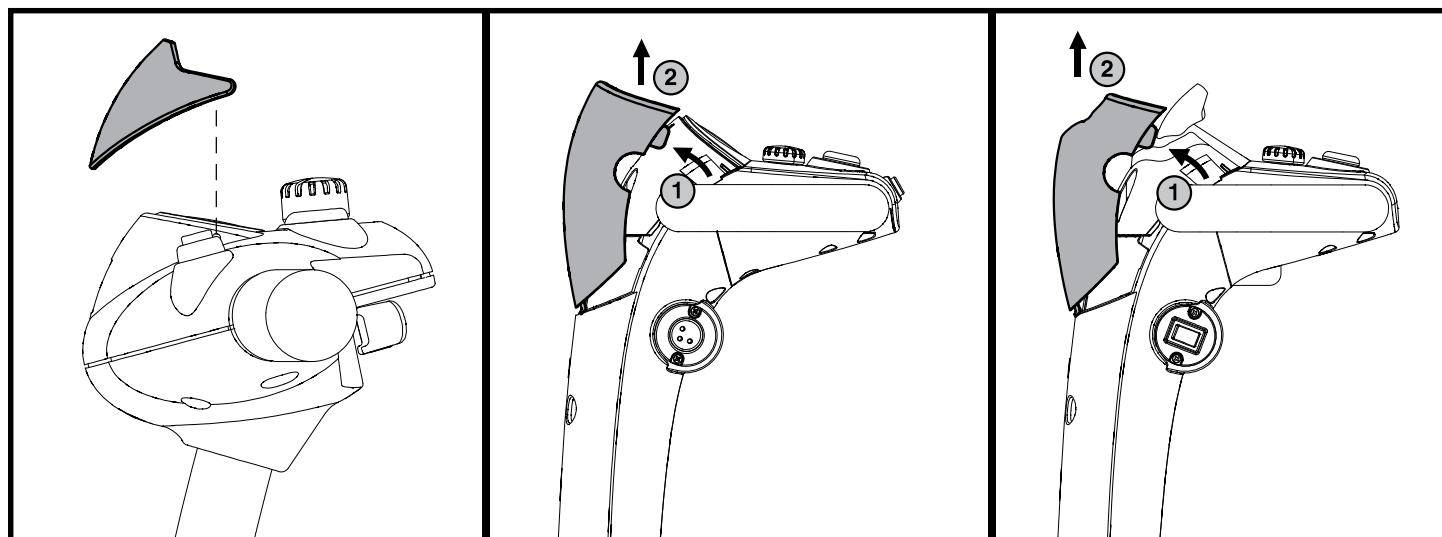

Figura 17. Parasole della consolle del manubrio
1. Staccare delicatamente la parte superiore del parasole dalla console del manubrio, poi sollevarlo lentamente e toglierlo dalla consolle. **Vedere figura 17.**